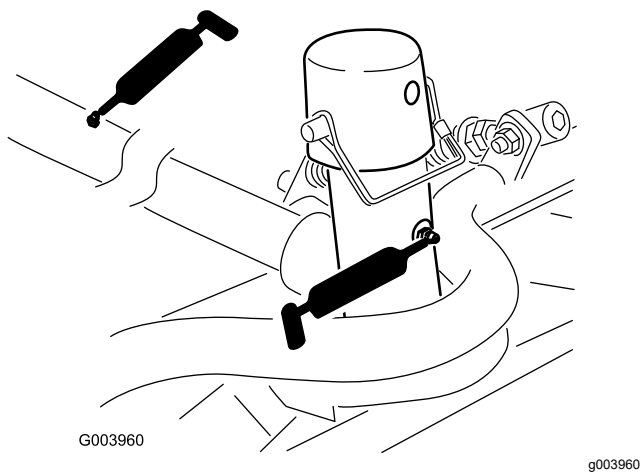

Figura 43
- Articulação e estrutura de transporte da unidade de corte (Figura 43)